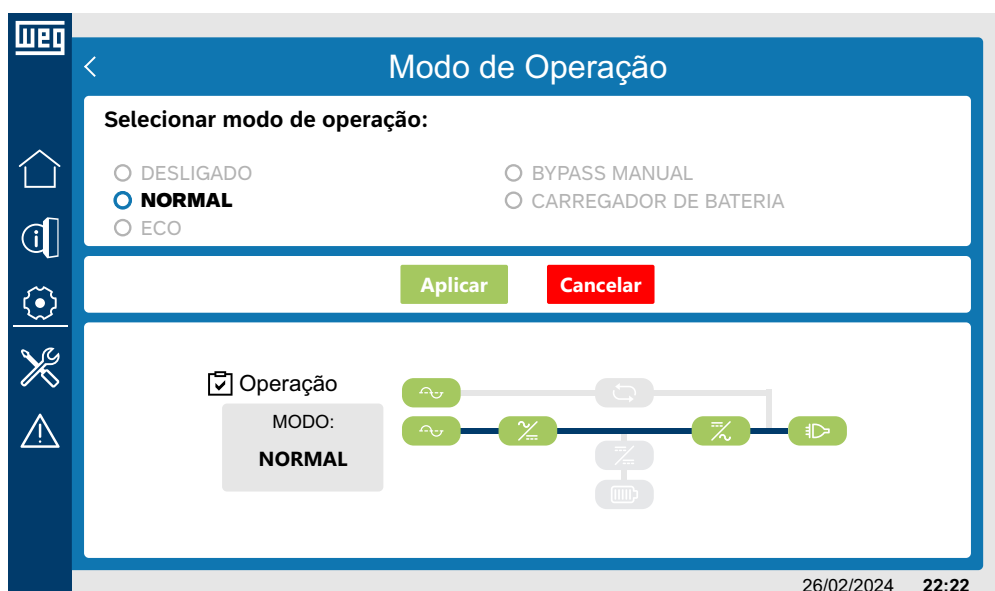

Figura 6.28: Sinóptico no modo de operação normal sem a bateria conectada
- Modo normal sem bateria conectada: Figura 6.28 na página 6-21.